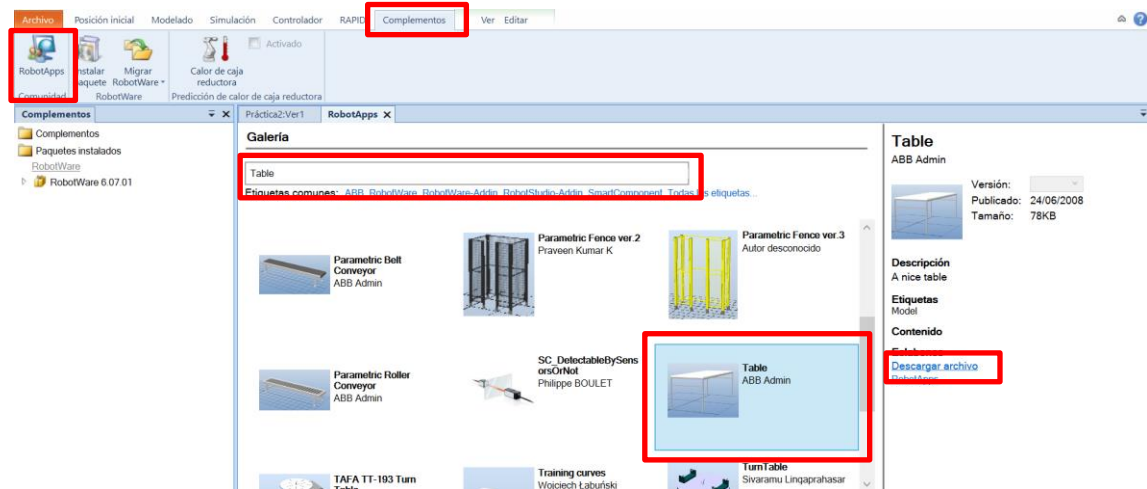

Figura 5. Descargar mesa.
- ❑ Descargar la librería correspondiente a la mesa. Para ello, en la pestaña Complementos → *RobotApps* se realizará una búsqueda con la palabra *Table*, y se seleccionará la de la figura. Se pulsará la opción *Descargar Archivo* (Figura 5). Si no se encuentra en la biblioteca, descargarla desde el campus virtual archivo "Table".